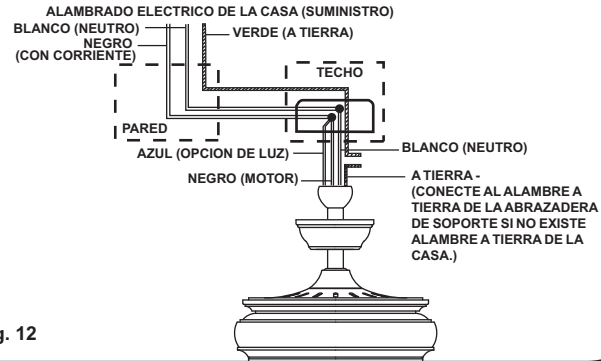

Fig. 12
Paso 1. Conecte el Alambre Negro (corriente) de la caja de distribucion a los alambres negro y azul del ventilador. Conecte el alambre Blanco (neutral) de la caja de distribucion con el alambre blanco del ventilador (Fig. 12).